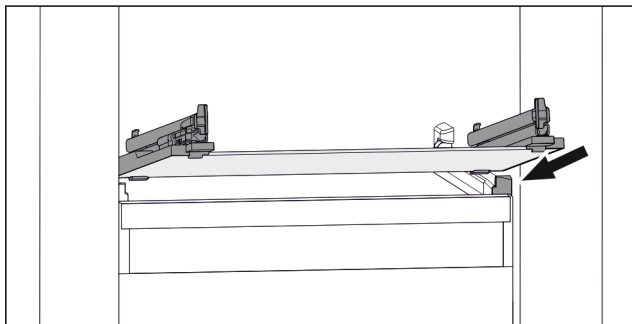

Fig. 79 Vejledende visning af glaspladen
- Sæt glaspladen skråt bag stoppene. (se Fig. 79)